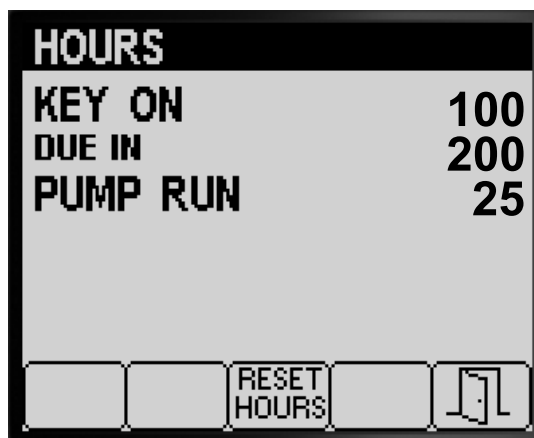

图 81
3. 使用屏幕上显示的计数器信息 图 81 确定以下各项
4. 要重置所有计数器信息的小时数请按 3 号按钮 图 81。
5. 按 5 号按钮可退出 HOURS时数屏幕然后返回至 SERVICE维护屏幕 图 81。